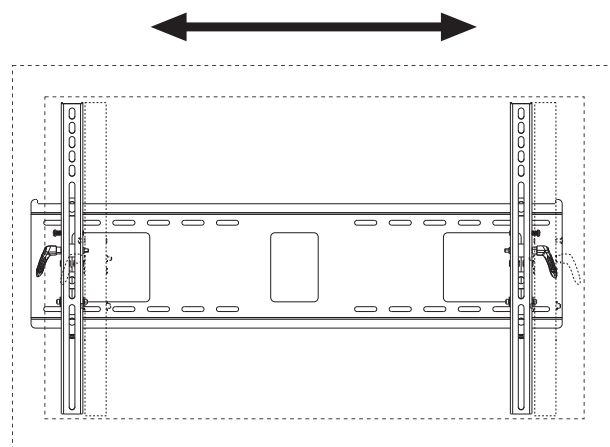

Abbildung. 3.2
**Bildschirmeinstellung:** Der Bildschirm kann horizontal eingestellt werden, indem die Sicherheitsschrauben an den Kipphalterungen (**BB** und **CC**) mit einem Kreuzschlitzschraubendreher um drei volle Umdrehungen gelöst werden. Stellen Sie den Bildschirm wie in Abbildung 3.2 dargestellt ein. Ziehen Sie die Sicherheitsschrauben an den Kipphalterungen an, bis die Schraubenspitze wie im Schnittbild dargestellt sicher mit der Wandplatte Kontakt hat.